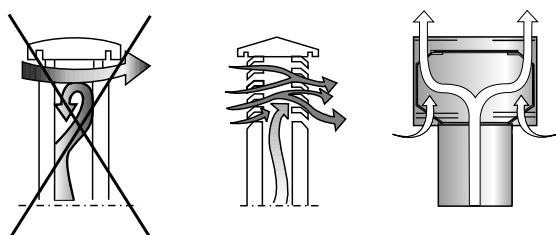

Fig. 5.2.3
- La **CHIMENEA** debe ser del tipo **ANTIVIENTO** con sección interna equivalente a la del cañón de humo y sección de paso del humo a la salida al menos **DOBLE** respecto a la interior del cañón de humo (Fig.5.2.3).